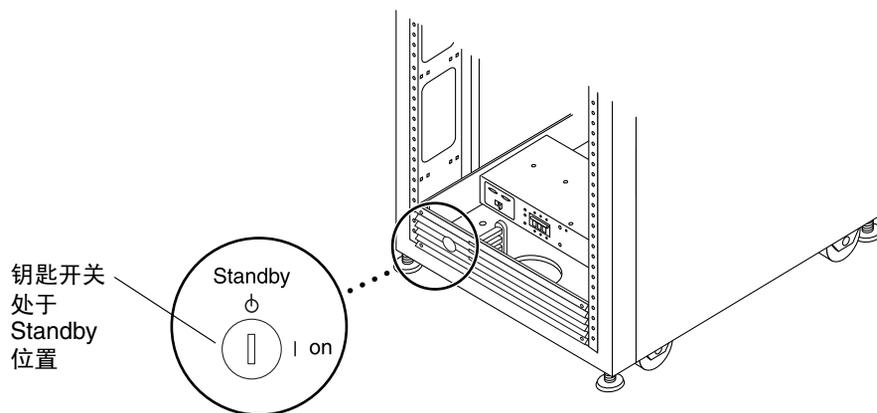

图 B-7 钥匙开关在底部前面板上的位置
2. 验证基本机柜和扩充机柜（如果适用）前下方的钥匙开关是否均处于 Standby 位置（图 B-7）。